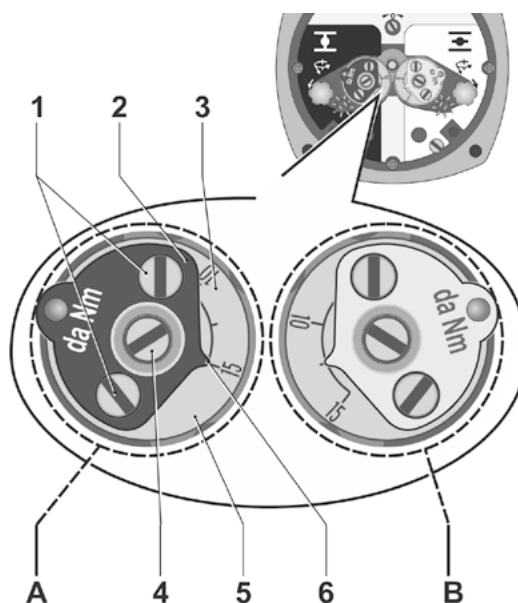

Рис. 3: А = измерительная головка отключающего момента ЗАКРЫТО
3. На левой измерительной головке отключающего момента (см. рис. 3, область А) только ослабьте оба стопорных винта (поз. 1) чёрного диска-указателя (поз. 2).
4. Поверните диск со шкалой (рис. 3, поз. 3) так, чтобы стрелка (6) указывала на цифру требуемого отключающего момента. При этом отключающий момент равен цифре на шкале, умноженной на 10 (15 = 150 Нм). Если стрелка указывает на промежуток шкалы между двумя цифрами, то значение момента определяется таким же образом.
- Стрелка (6) чёрного диска (2) указывает на 15: это соответствует отключающему моменту около 150 Нм.
- Стрелка белого диска (см. рис. 3 в области В) указывает на середину между 10 и 15: это соответствует отключающему моменту около 125 Нм.
5. Затяните стопорные винты (рис. 3, поз. 1), момент затяжки 0,3 – 0,4 Нм.
6. Настройка отключающего момента в конечном положении ОТКРЫТО осуществляется на белой измерительной головке (см. рис. 3, область В). Порядок действий такой же, как при настройке отключающего момента в конечном положении ЗАКРЫТО.